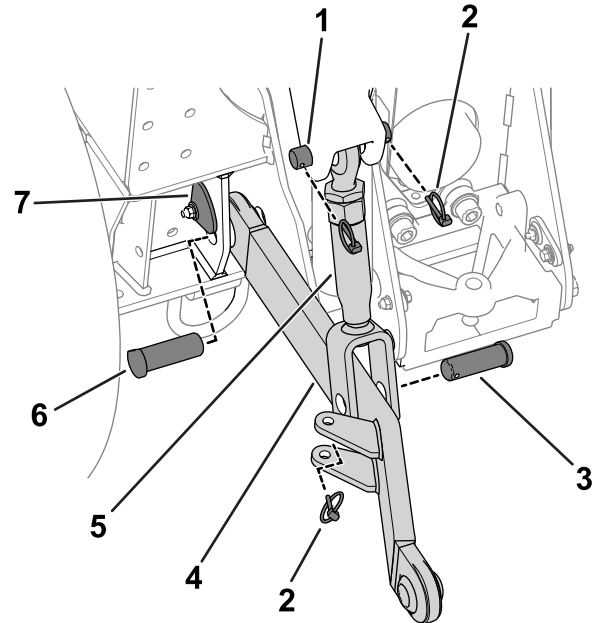
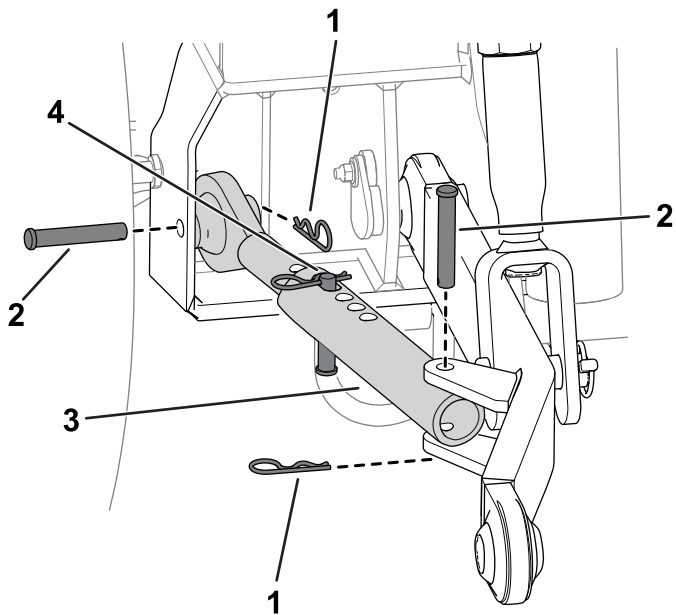

Figura 3
Figura 4
Nota: La Figura 3 y la Figura 4 muestran la instalación de los componentes en el lado izquierdo
- Utilice un pasador de tirante y 2 pasadores de seguridad para sujetar el tirante de elevación a los brazos de elevación de la máquina (Figura 3).
- Levante la placa del pasador (Figura 3), dejando expuesto el pasador.
- Retire el pasador inferior (Figura 3).
- Posicione el brazo de tiro como se muestra en la Figura 3.
- Introduzca el pasador inferior a través del bastidor y la articulación del brazo de tiro (Figura 3).
- Utilice un pasador y una chaveta para sujetar el tirante de elevación al brazo de tiro (Figura 3).
- Utilice un pasador y una chaveta para sujetar los tensores laterales al bastidor de la máquina (Figura 4).
- Utilice un pasador y una chaveta para sujetar el tensor lateral al brazo de tiro (Figura 4).
- Instale un pasador y una chaveta en el tensor lateral (Figura 4).